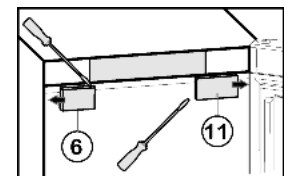

Fig. 5
- Ôter le cache côté charnière Fig. 5 (11) : décliper à gauche avec un tournevis à fente et pousser vers l'extérieur.
- ▶ Placer à partir de l'extérieur le cache Fig. 5 (6) tourné de 180° du côté poignée et le bloquer.
- ▶ Placer à partir de l'extérieur le cache Fig. 5 (11) tourné de 180° du côté charnière et le bloquer.